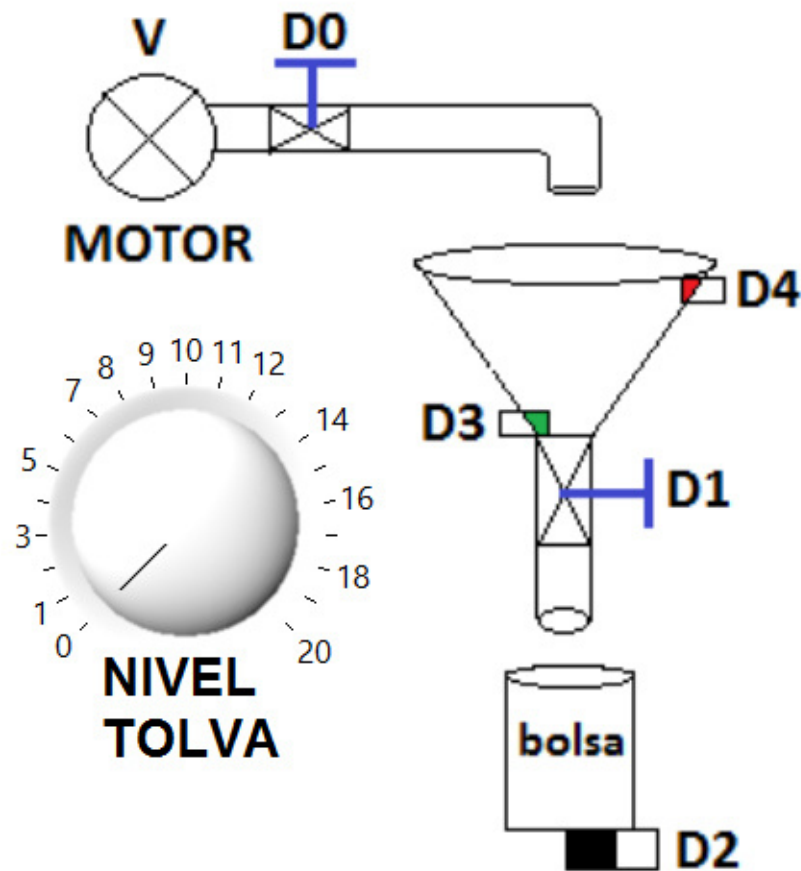

Figura 1. Sistema de llenado de bolsa.
**DURANTE ESTA PRÁCTICA SE DARÁ SOLUCIÓN AL SIGUIENTE PROBLEMA:** Para cierta aplicación se requiere medir cinco variables físicas (ver Figura 1).